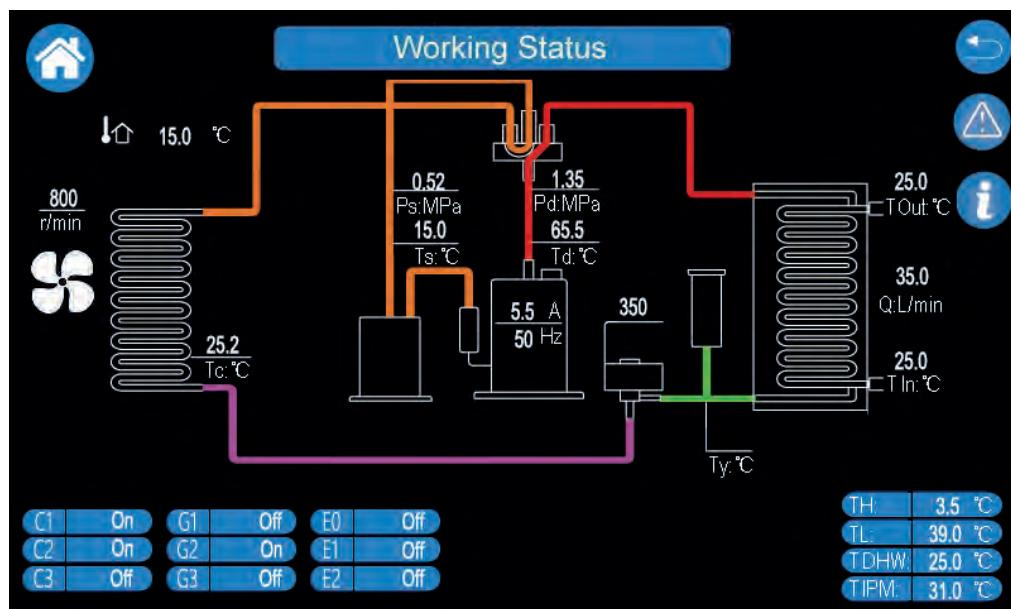
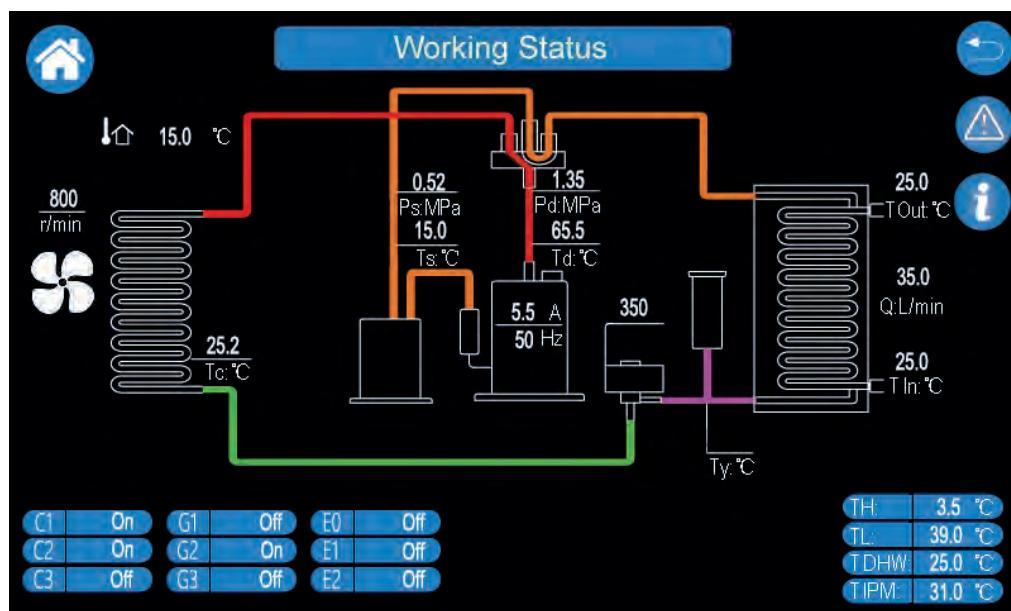

Figura 1
Figura 2
5.3.2-6-2 Premere l'icona **Working Status** per accedere al diagramma dello stato di funzionamento del sistema. Sono disponibili due diagrammi dello stato di funzionamento del sistema da visualizzare. Quando la modalità del sistema seleziona la modalità di riscaldamento o la modalità ACS, lo schema dello stato di funzionamento del sistema è mostrato in Figura 1; quando la modalità del sistema seleziona la modalità di raffrescamento, lo schema dello stato operativo del sistema è mostrato in Figura 2.